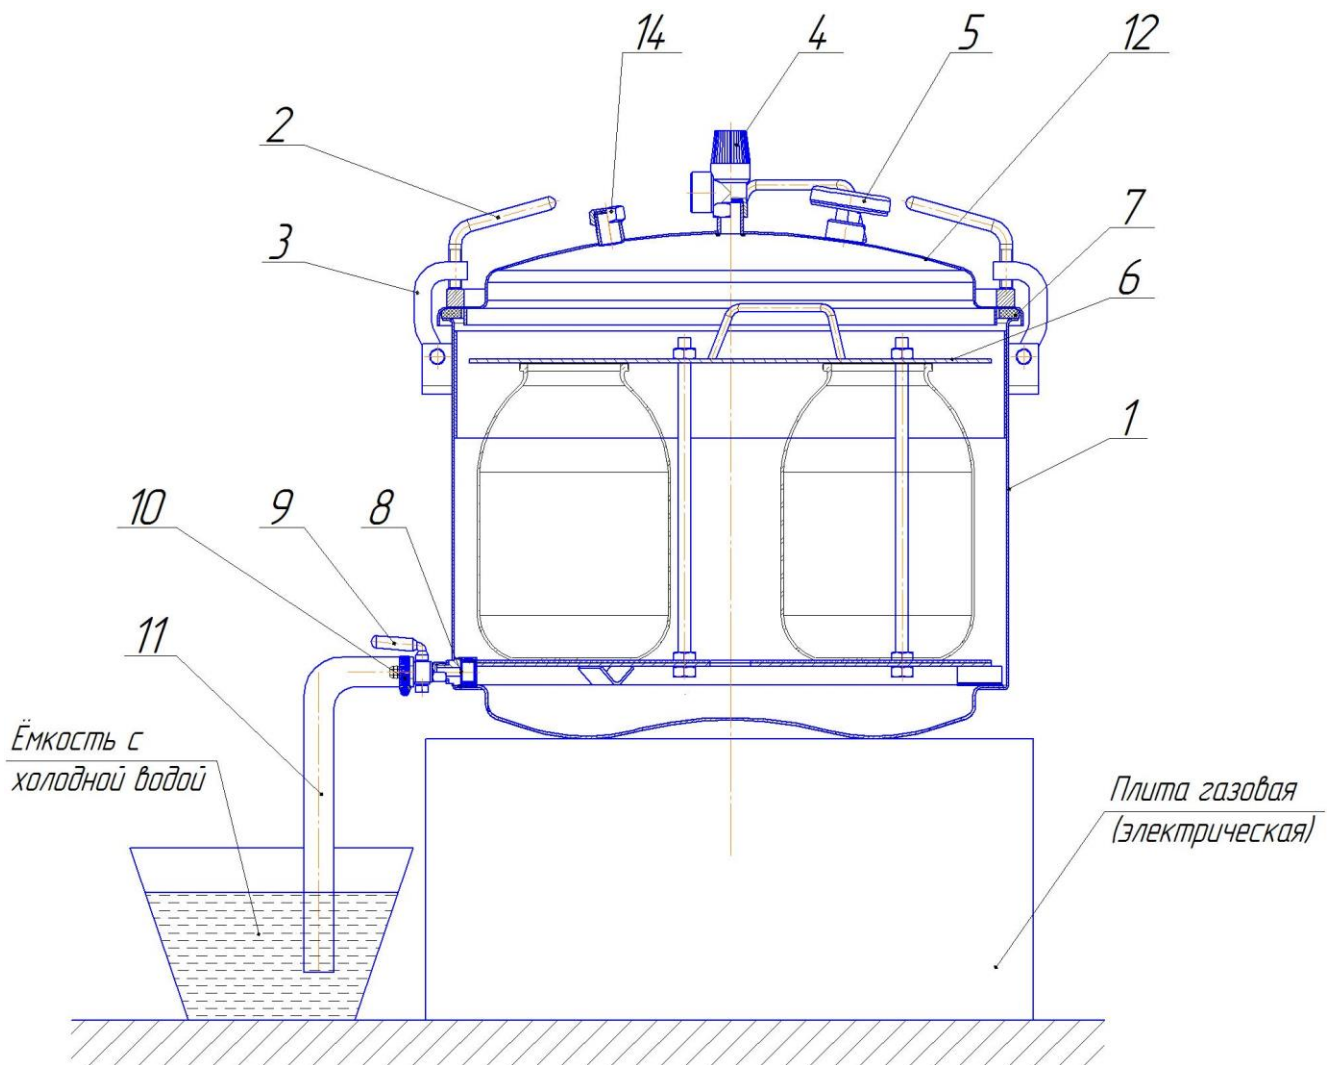
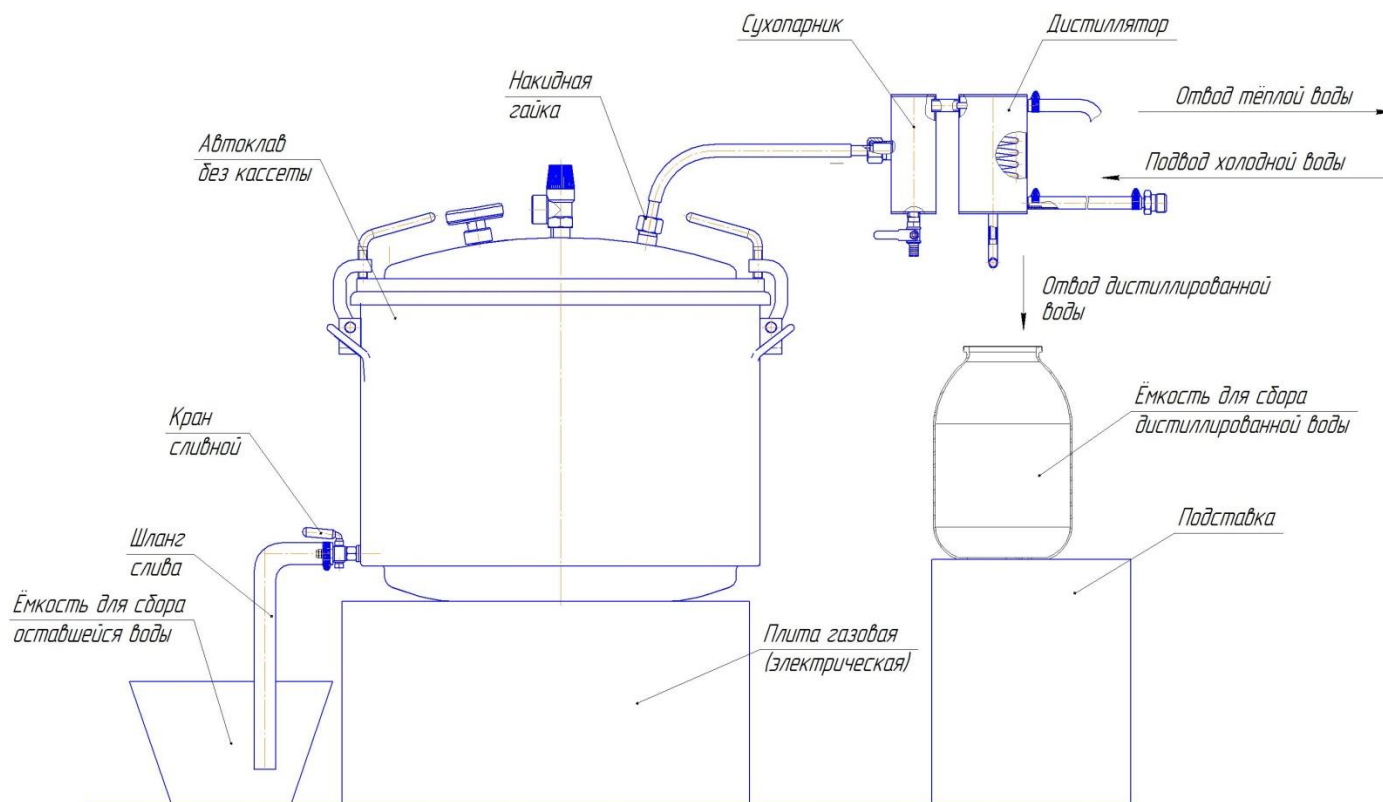

Рис. 1. Схема автоклава в сборе
Рис. 4 Автоклав в сборе с дистиллятором.
4.3. Для защиты от брызг и пара при сливе воды с температурой свыше 100 °С, конец шланга слива 11 (рис.1) опустить в ведро (или другую ёмкость) с небольшим количеством холодной воды (водяной затвор) и закрепить его (например, привязав шланг к ручке ведра), иначе возможны хаотичные движения шланга с выбросом пара и горячей воды во все стороны в первые минуты слива воды.
- не откручивать упоры крышки 2 (рис. 1);
- при необходимости сбросить давление в автоклаве до полного прекращения выхода пара, повернув головку предохранительного клапана 4 (рис. 1) (для предотвращения попадания пара на руку надеть защитную перчатку);
- отвинтить упоры крышки 2 (рис. 1), отбросить прижимы 3 и снять крышку 12;
5.3. Для исполнений автоклава -01 проверить затяжку заглушки с прокладкой 14 (рис. 1).
5.8. Снять крышку 12 (рис. 1), аккуратно опустить кассету с банками в корпус автоклава.
5.9. Налить в корпус 1 (рис. 1) воду из-под крана или другого источника, уровень воды должен быть на 2 см ниже верхней кромки корпуса.
5.10. Установить крышку 12 (рис.1) на место. Набросить на крышку прижимы 3 с упорами 2 (рис.1) и, равномерно крест-накрест затягивая упоры 2 прижать крышку к корпусу.
5.14. Нагреть воду в автоклаве до температуры стерилизации. Поддерживать температуру стерилизации в течение времени, рекомендуемого в выбранном Вами рецепте. Контроль температуры осуществлять по стрелочному термометру 5 (рис.1), поддерживать её постоянной, регулируя силу пламени горелки. Время контролировать по часам.
- открыть кран 9 (рис.1) для слива воды, который снабжён дозирующим устройством (жиклёром 8), обеспечивающим слив воды за 20-30 минут, смотри пункт 4.3.
5.16. После остывания автоклава до 95°C повернуть головку предохранительного клапана 6 (рис.1) не достигая щелчка, дождаться сброса давления в автоклаве. Эти действия позволят продолжиться процессам: слива воды и более интенсивному остыванию кассеты с банками.
5.18. Отвинтить упоры 2 (рис.1), отбросить прижимы 3, снять крышку 12.
5.19. Вынуть кассету 6 (рис.1) из автоклава и установить в безопасное место для дальнейшего остывания.
6.1. Убрать из автоклава кассету 6 (рис. 1).
6.5. Поставить крышку 12 на место, убедиться в правильной её установке. Набросить на крышку прижимы 3 с упорами 2 (рис.1) и, равномерно крест-накрест затягивая упоры 2 прижать крышку к корпусу.
6.6. Собрать дистиллятор (рис. 4), предварительно удалив заглушку с прокладкой 14 (рис. 1). Проверить плотность соединения гибкого металлического шланга, трубок и крышки автоклава.
6.11. При появлении пара из конца отводящей трубки открыть водопроводный кран и заполнить рубашку конденсатора водой до выхода её из сливной трубки (рис.4).
6.12. При появлении первых капель дистиллированной воды из отводящей трубки (рис.4) отрегулировать расход воды через конденсатор так, чтобы из отводящей трубки не выходил пар. Поддерживать постоянную температуру воды в корпусе автоклава регулируя силу пламени горелки.
6.13. При получении необходимого количества дистиллированной воды необходимо выключить горелку и дождаться прекращения процесса кипения в автоклаве. При этом перестает капать вода из отводящей трубки (рис.4).